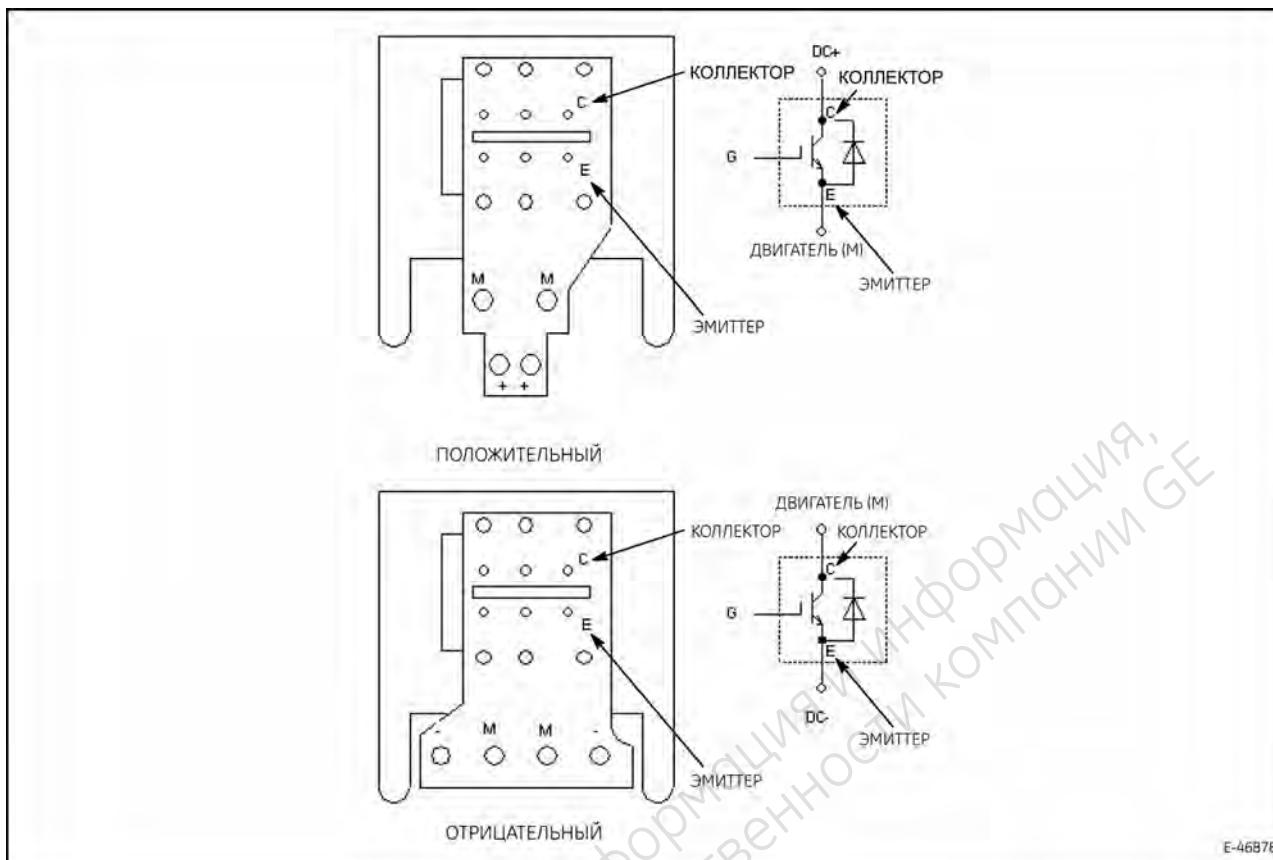

Рис. 13. Точки проверки коллектора и эмиттера IGBT-модуля.
- b. Сравните полученное значение с подобным измерением, выполненным на соседнем инверторе. Если сопротивления сильно отличаются, замените модуль ключа (рис. 13).